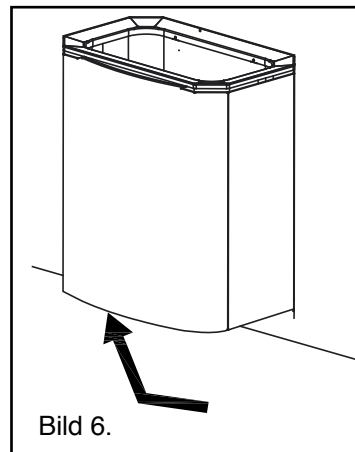

Bild 6.
- Bastuaggregatets styrströmbrytare sitter framtill på aggregatets nedre del (se bild 6).